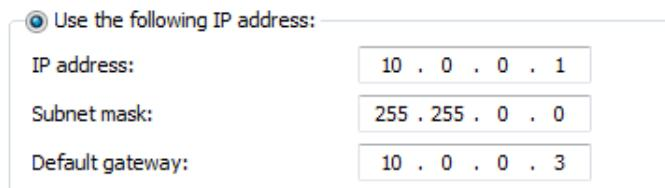

Figura 15 Cuadro de diálogo Protocolo de Internet versión 4 – Usar la siguiente dirección IP
- f En la pestaña General del cuadro de diálogo, seleccione **Usar la siguiente dirección IP** y establezca la dirección IP, la máscara de subred y la puerta de enlace predeterminada en los valores que aparecen en la Figura 15. Haga clic en **Aceptar** para cerrar el cuadro de diálogo.